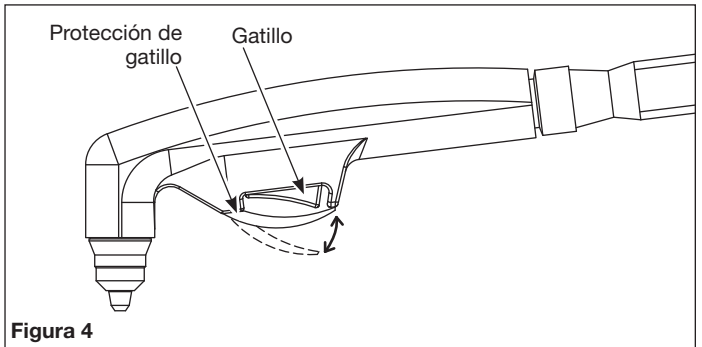

Figura 4
- ◆ El soplete de plasma está equipado con una función de gatillo de seguridad. Esta función de seguridad evita que el soplete se active de forma no intencional. La activación del soplete requiere que el operador introduzca el dedo índice entre la protección contra la activación y el gatillo y luego tire del gatillo con el dedo índice. Vea la figura 4.